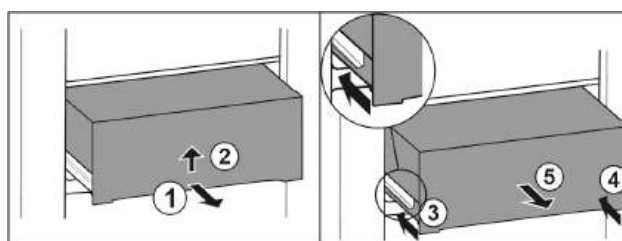

Fig. 31
- Schubfach halb herausziehen. Fig. 31 (1)
- Schubfach an der Unterseite anheben. Fig. 31 (2)
- Linke Schiene einschieben. Fig. 31 (3)
- Rechte Schiene einschieben. Fig. 31 (4)
- Schubfach nach vorne entnehmen. Fig. 31 (5)